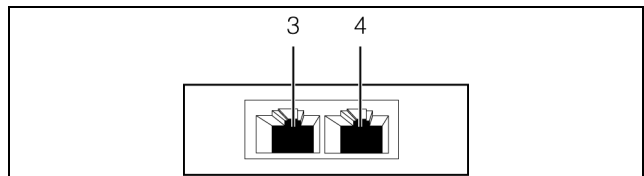

Abb. 10: Rückseite des Zugangssensors
- Verbinden Sie den Zugangssensor über ein CAN-Bus-Verbindungskabel mit einer CAN-Bus-Schnittstelle der CMC III Processing Unit bzw. der benachbarten Komponente im CAN-Bus (Abb. 10, Pos. 3).
- Schließen Sie ggf. an der zweiten, freien CAN-Bus-Schnittstelle des Zugangssensors (Abb. 10, Pos. 4) eine weitere Komponente an (z. B. einen anderen Sensortyp).